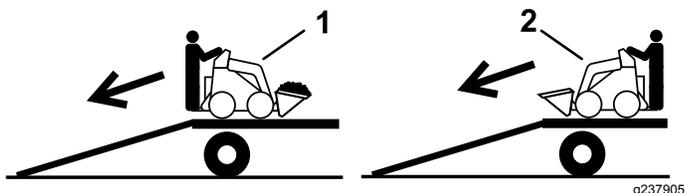

Figure 14
2. Placez toujours l'extrémité la plus lourde de la machine en haut de la rampe, la charge en bas, pour la descendre de la remorque (Figure 14).